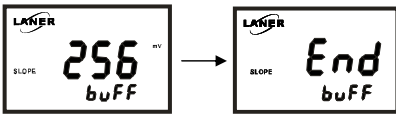

图 7-6
4、此时仪表显示的数值可能不是 256mV，按 **←** 键或 **→** 键将数值调至 256mV，然后按下 ENT 键，数值稳定显示 86mV。按下 CAL 键，仪表校准结束，跳转至测量状态，显示如图 7-6 所示。